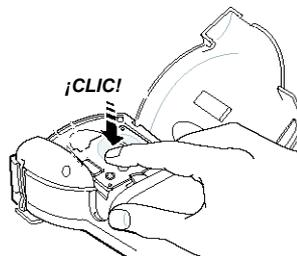

Figura 6
4. Introduzca el cartucho con la cinta adhesiva y la cinta de impresión entre el cabezal de impresión y el rodillo prensador. Ver Figura 6.